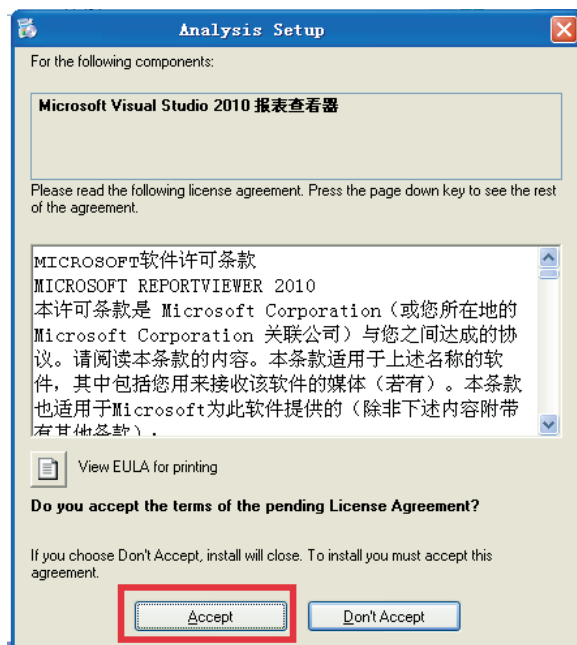

图 2-2
2. 进入环境检查安装步骤，依次进行必要程序安装，如图 2-2 至 2-6 所示：